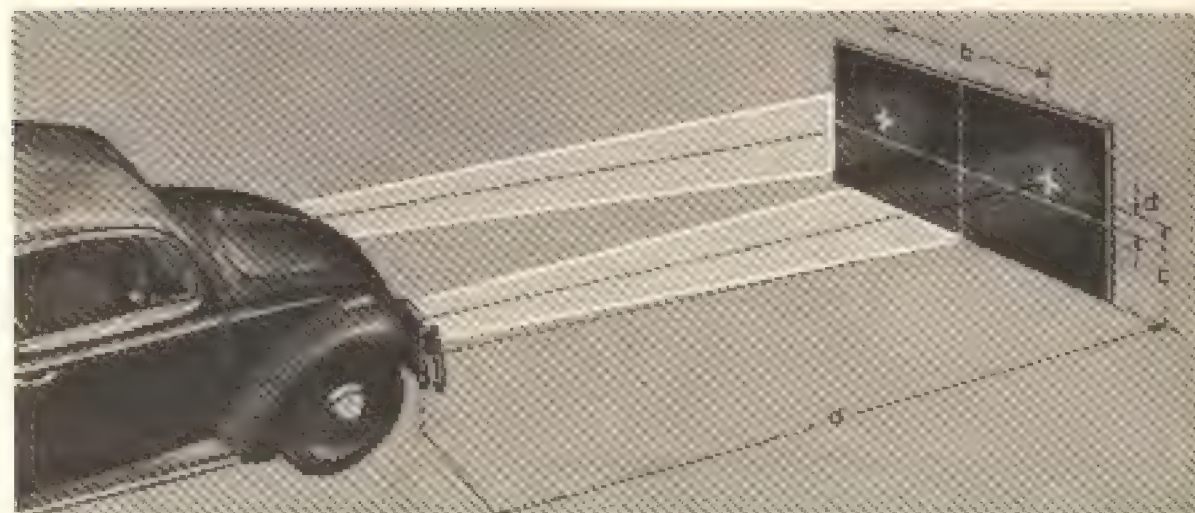

Fig. 12-S — Regulagem dos faróis
- 2) — Marque na parede duas cruzes, de acordo com as medidas dadas na fig. 12-S.